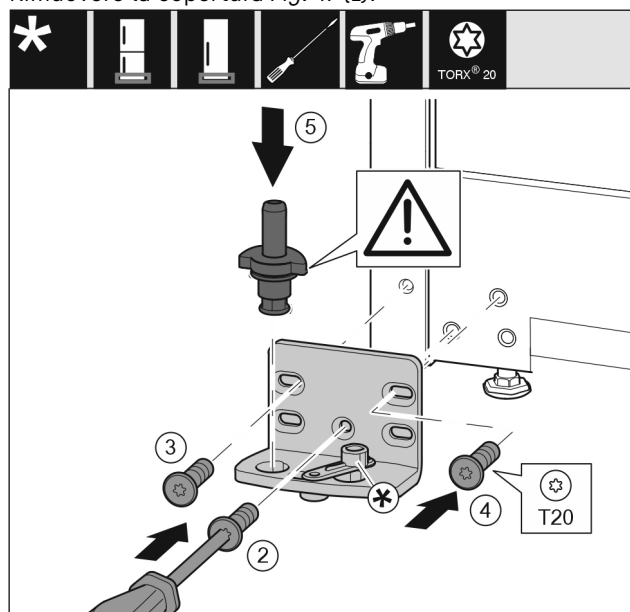

Fig. 48 \*
- Applicare il blocco di supporto sull'altro lato e avvitare con l'aiuto di un cacciavite. Iniziare dalla vite Fig. 48 (2) in basso al centro.\*
- Stringere la vite Fig. 48 (3) e la vite Fig. 48 (4).\*
- Inserire completamente i perni di supporto Fig. 48 (5). Facendo ciò assicurarsi che la camma di arresto sia rivolta all'indietro.\*